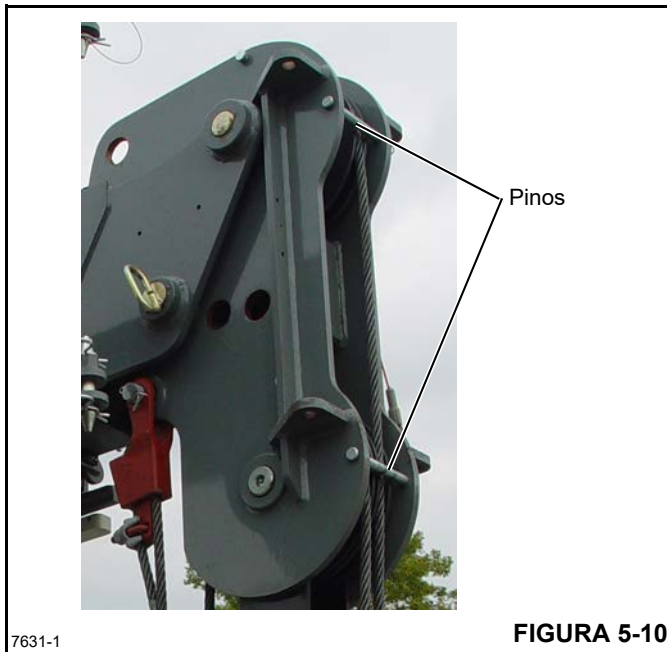

FIGURA 5-10
3. Remova os dois pinos da extremidade da lança (Figura 5-10).